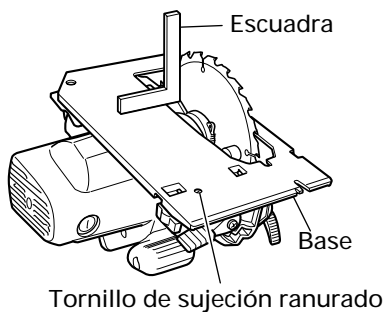

Fig. 21
- (1) Gire la cara de la base hacia arriba (Fig.21), y afloje la palanca (A).
- (2) Aplique una escuadra a la base y la cuchilla de la sierra y, girando el tornillo de sujeción ranurado con un destornillador de punta plana, desplace la posición de la base hasta conseguir un ángulo recto.